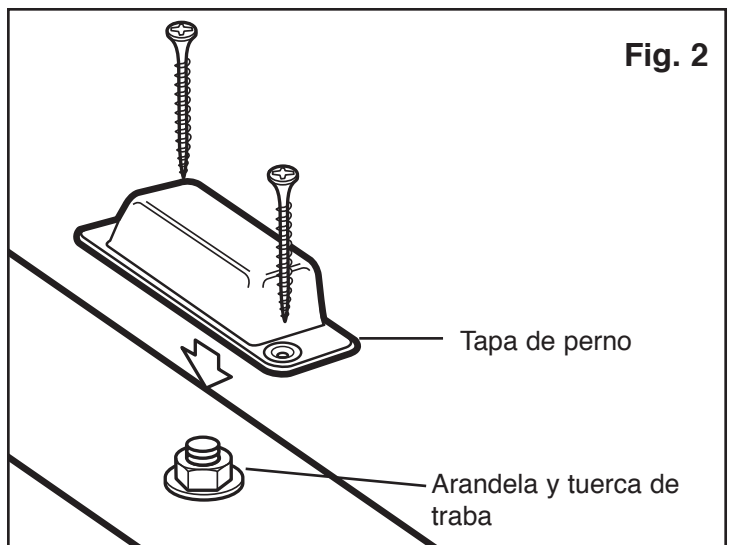
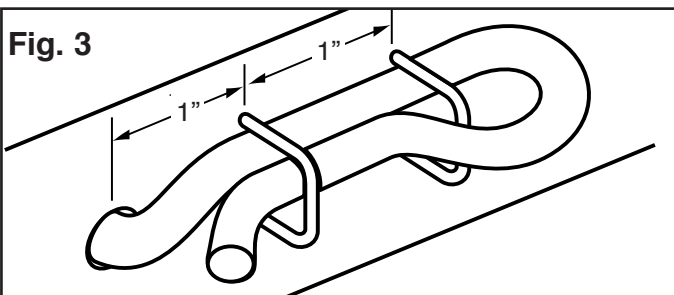

Fig. 2
Fig. 3
3. Quite el perno de carro existente del soporte y reemplace con el primer perno de ojo de la red de carga (Cargo Net). Inserte los pernos de ojo que queden a través de la viga y sujete todos ellos usando una arandela y tuerca de traba (véase Fig. 2).
4. Ponga dos grapas de cuerda como se indica en Fig. 3. Pase la red de carga a través de los huecos de la base y envuélvalo a través de las grapas como se muestra (Fig. 3). Tire la cuerda apretadamente y sujete clavando las grapas apretadamente contra la base.
5. Ponga las tapas de pernos sobre los pernos como se indica en Fig. 2. Sujete las tapas de pernos usando tornillos de 2".
5. Taladre cuatro huecos de 5/16" en la parte de arriba de la tabla y cuatro huecos de 3/8" en la parte de abajo de la tabla como se indica en Fig. 2. **NOTE:** Perfore desde la parte de abajo de la tabla de 2" x 4" hacia la parte de arriba. Inserte los pernos de ojo de la red de carga (Cargo Net) a través de los huecos en la tabla de arriba y sujete todos ellos usando, arandelas y una tuerca de traba (véase Fig. 3). **NOTE:** Usando una sierra de metal, quite las roscas de exceso en el perno de ojo lo más cerca que se pueda de la tuerca de traba.
6. Ponga las tapas de los pernos sobre los pernos como se indica en Fig. 3. Sujete las tapas los pernos usando tornillos de 2".